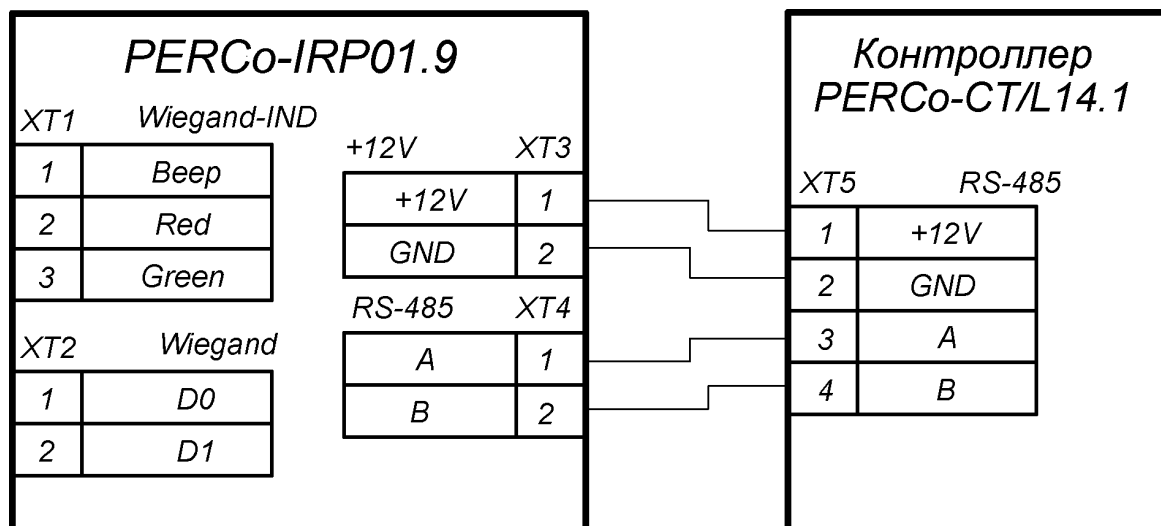
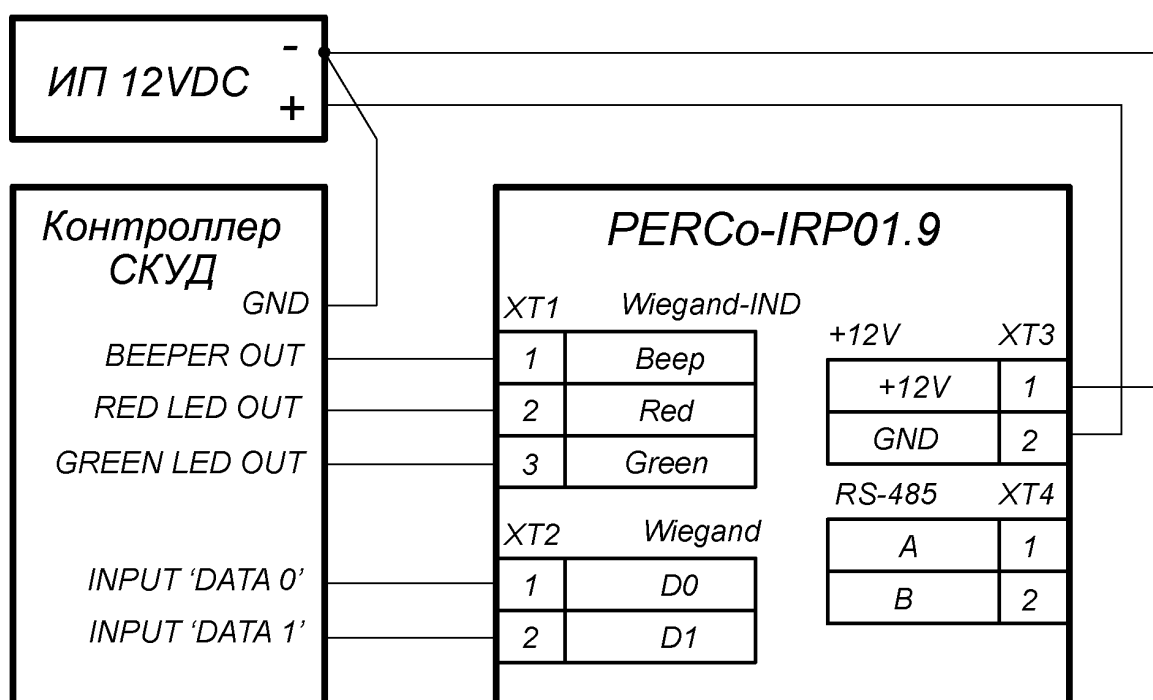

Рисунок 4. Схема подключения считывателя к интерфейсу RS-485
Рисунок 5. Схема подключения считывателя к интерфейсу Wiegand
11. Подключите кабели к коммутационной плате считывателя согласно схемам подключения (см. рис. 4 или рис. 5) и зафиксируйте их стяжками на кронштейне.